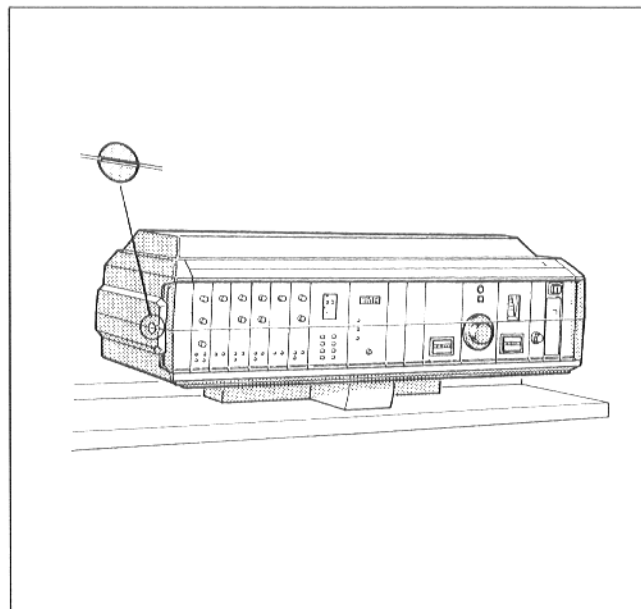

Fig. 1: Aparato de regulación; retirar la cubierta transparente
- Poner en posición horizontal la ranura del tornillo de la cubierta transparente del aparato de regulación (fig. 1), p.ej. con una moneda. Retirar la cubierta transparente hacia adelante.
- Poner en posición horizontal la ranura de tornillo de la cubierta transparente del aparato de regulación (fig. 1), p.ej. con una moneda. Retirar la cubierta transparente hacia adelante.